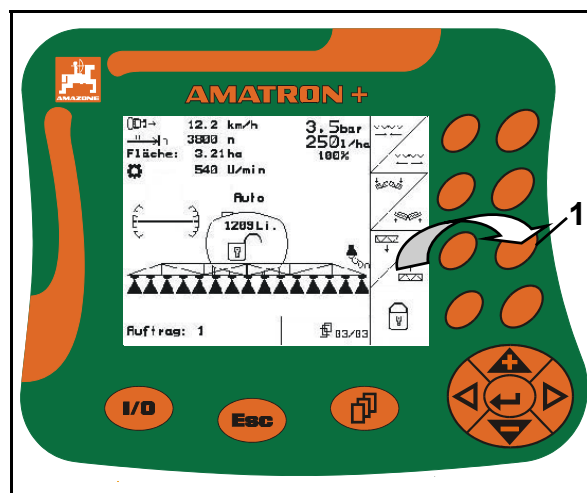

Bild 36
1. Påverka den till funktionsfältet tillhörande funktionsknappen (Bild 36/1), för att lyfta sprutrampen.